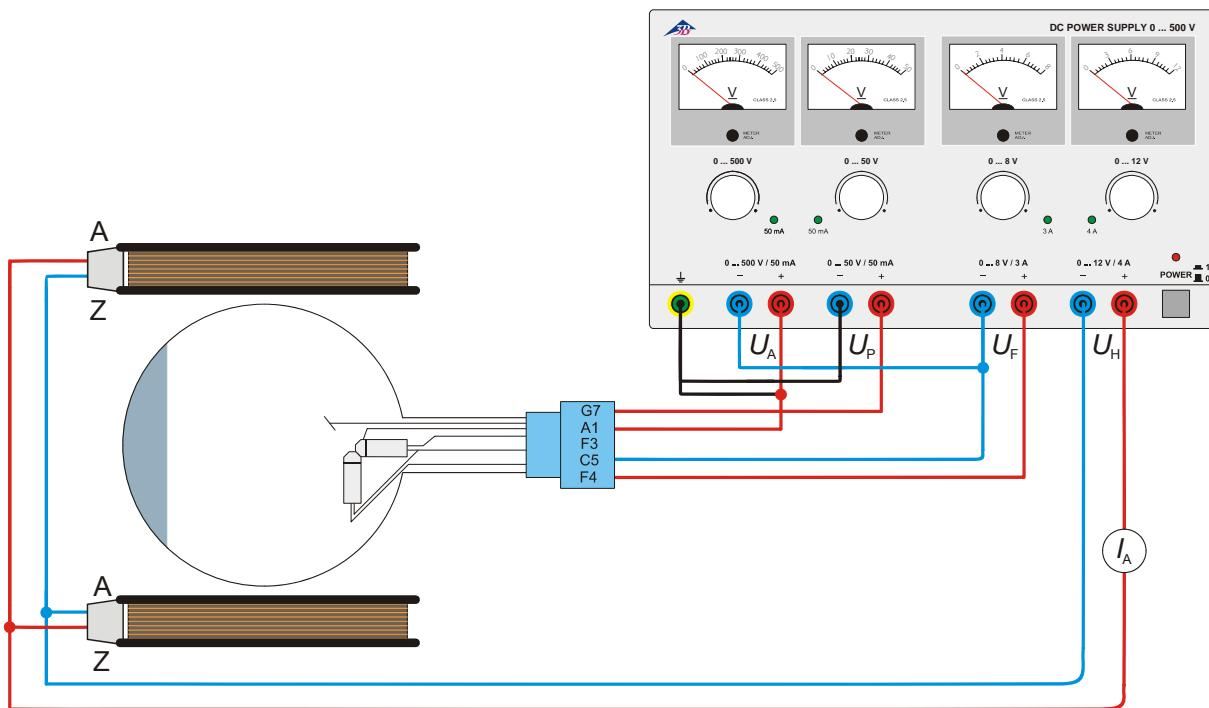

Fig. 4 Determinazione di e/m per mezzo del cannone elettronico verticale
- Cablaggio del tubo come indicato nella fig. 4.